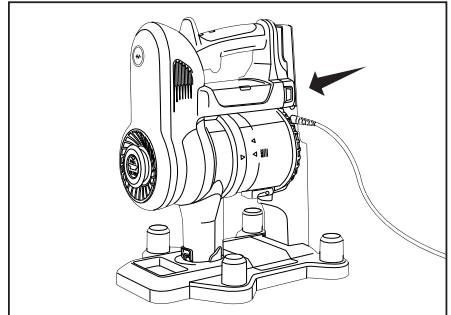

Fig. 2
1. Coloque la aspiradora en la Estación de Almacenamiento/Carga, asegurando la conexión entre los puntos de la aspiradora con la Estación de Almacenamiento/Carga (fig. 2).